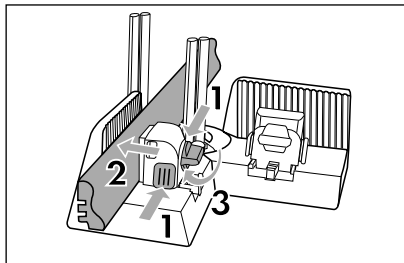

Fig. 8
- ◆ Maintenez les boutons de déblocage ④ appuyés et déplacez la bride de serrage ② pour positionner la pièce en bois.
- ◆ Placez la pièce en bois entre la mâchoire de retenue ③ et la bride de serrage ②. Veillez à ce que la pièce en bois soit guidée le long des barres de guidage ⑦ (voir fig. 8).
- ◆ Maintenez les boutons de déblocage ④ appuyés et déplacez la bride de serrage ② en direction de la pièce en bois. Relâchez les boutons de déblocage ④ une fois que la pièce en bois est serrée (voir fig. 8).
- ◆ Tournez le bouton d'arrêt ⑤ dans le sens horaire pour immobiliser la pièce en bois (voir fig. 8).